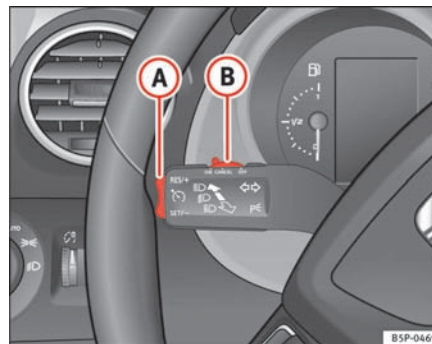

Fig. 153 Blink- og fjernlysarm: kontakt og vippeknap til fartpilot
- Skub kontakten ⇒ fig. 153 **(A)** mod venstre i stilling **ON**.